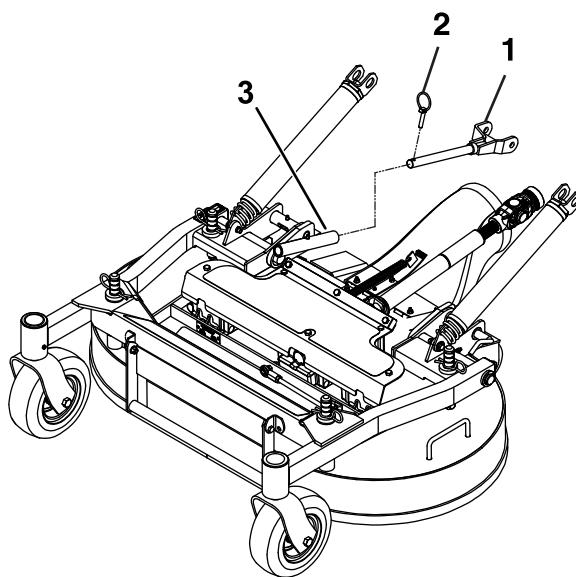

**Figura 70**
4. Retire los pasadores de horquilla y las arandelas de la parte superior del muelle de elevación asistida en cada lado de la máquina (Figura 70).
10. Instale los muelles en los pasadores de anclaje situados debajo de las consolas derecha e izquierda y fíjelos con una arandela y una chaveta (Figura 70).